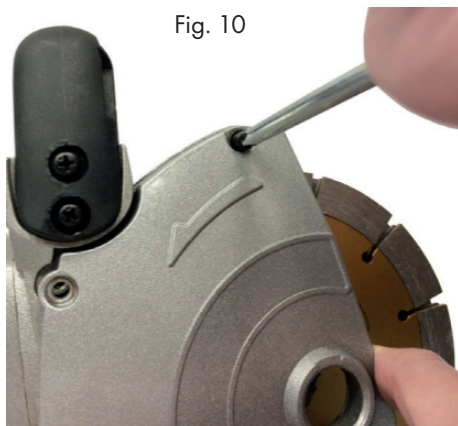

Fig. 10
- Retirez le couvercle latéral (15) en dévissant les trois vis, fig.10.